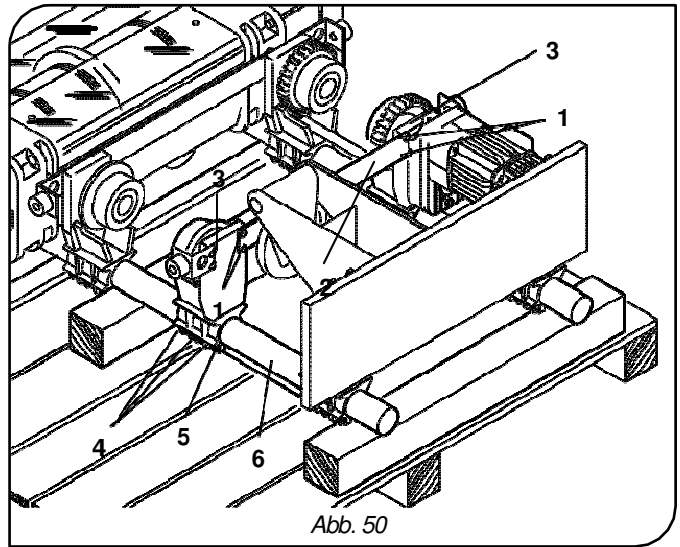

Abb. 50
6. Lockern Sie die Befestigungsschrauben **-1-** der Flachstangen **-2-** der Platten **-3-** auf der gegengewichtigen Seite **-3-**, ohne sie ganz zu lösen, damit diese nicht mehr fest miteinander verbunden sind (Abb. 36), und lockern Sie auch die selbstsichernden Muttern **-4-** der Bügel **-5-**, mit denen die Platten **-3-** auf der gegengewichtigen Seite an den Stangen **-6-** befestigt werden (Abb. 50).